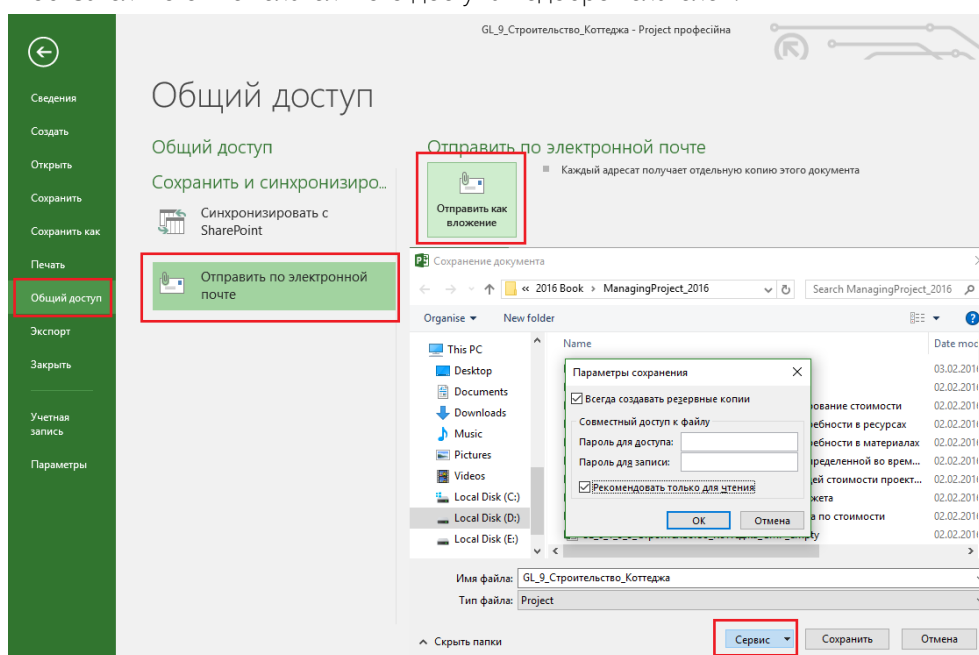

Рисунок 9.4 – Определение параметров сохранения
1. Выслать на согласование план проекта для ознакомления. Перед тем как отсылать файл проекта, рекомендуется защитить его от редактирования, меню «Файл – Сохранить как – Сервис» (см. рисунок 9.4), и обязательно от нежелательного доступа недоброжелателей.